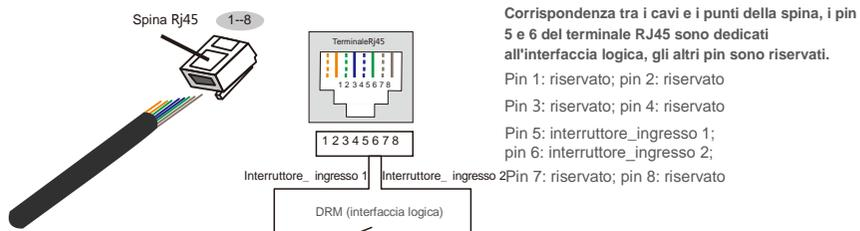

Figura 5.31 Spellare la guaina isolante e collegare alla spina RJ45
2. Utilizzare lo spellacavi di rete per rimuovere la guaina isolante del cavo di comunicazione. Collegare il cavo alla spina RJ45, rispettando la sequenza di linee standard della figura 5.31, quindi serrare con una pinza crimpatrice per cavo di rete.